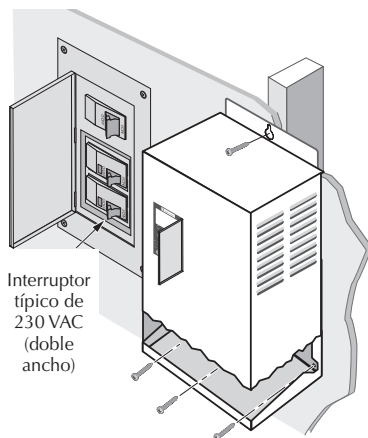

Figura 6 - Instalar el variador de frecuencia en la pared
Para instalar el variador de frecuencia como se observa en la figura 6, siga este procedimiento:
4. Una vez extraída la cubierta, instale de manera permanente el variador de frecuencia con el orificio superior ranurado y los tres orificios inferiores (para la instalación sobre una superficie plana) o el orificio central inferior (para fijarlo a un poste o montante). Ver Figura 6.
5. Verifique que los orificios de ventilación del variador de frecuencia no estén bloqueados y que haya suficiente espacio a su alrededor para permitir un flujo de aire libre (mínimo espacio libre de 3" arriba, abajo y laterales). Ver Figura 6. Una vez instalado el variador de frecuencia, puede conectar el cableado eléctrico.